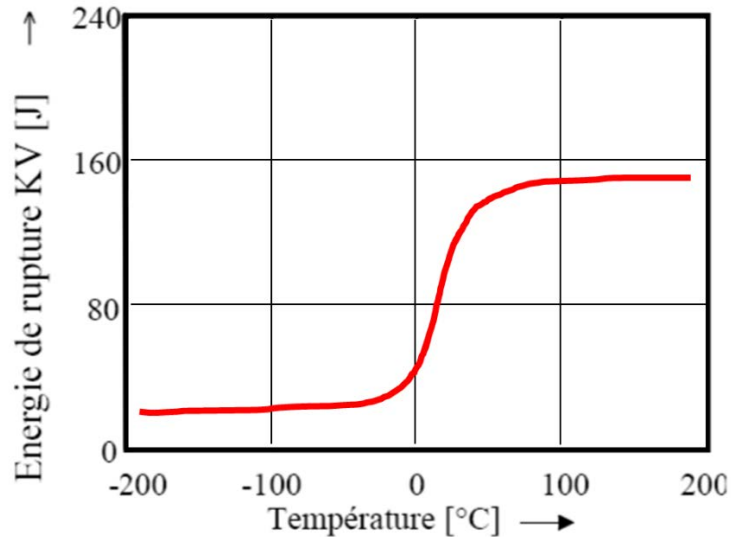

Fig. 1 : Courbe de l'énergie de rupture en fonction de la température pour le matériau C15Pb obtenue avec des éprouvettes ISO-V.
En TP, vous avez mesuré la résilience d'un acier de cémentation pour décolletage C15Pb dont la composition est Fe - 0.15%C, 0.15-0.3%Pb et vous avez obtenu la courbe tracée sur la Fig. 1 ci-dessous.
- Dessinez sur ce même graphe (Fig. 1), la courbe que vous vous attendez à obtenir après le même essai si vous ajoutez 3.5% de Ni à cet acier. Nommez cette courbe a).
- Dessinez sur ce même graphe (Fig. 1), la courbe que vous vous attendez à obtenir si vous avez un acier de la composition suivante : <0.07%C, 18%Cr, 10%Ni qui est non magnétique. Nommez la b).